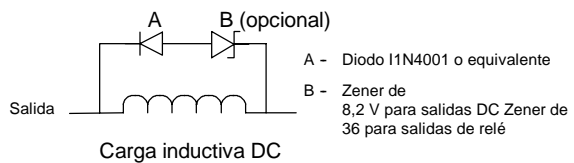

Figura 3-3 Circuito de supresión para una carga DC
La figura 3-3 muestra un circuito de supresión de ejemplo para una carga DC. En la mayoría de las aplicaciones es suficiente prever adicionalmente un diodo (A) en la carga inductiva. No obstante, si la aplicación requiere tiempos de desconexión más rápidos, se recomienda utilizar un diodo Zener (B). Vigile que el diodo Zener tenga suficiente capacidad para la cantidad de corriente en el circuito de salida.